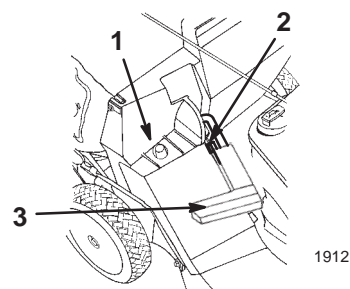
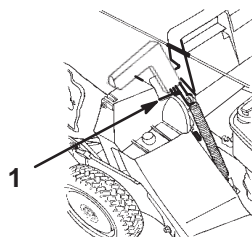

Figure 11
Figure 12
2. Vérifiez que la poignée du volet d'éjection est complètement abaissée vers l'avant et que le goujon est bien engagé dans son logement (Fig. 11).
3. Accrochez le cadre du bac par le trou sur l'ergot de retenue situé sur l'éjecteur (Fig. 11).
5. Pour ouvrir le volet d'éjection, tirez la poignée du volet vers l'avant pour dégager le goujon et le faire passer après la rampe du volet du bac, puis repoussez la poignée vers l'arrière pour bloquer le goujon dans l'encoche du bac (Fig. 12).
2. Tirez la poignée du volet d'éjection vers le haut et hors de l'encoche du bac (Fig. 12), puis vers l'avant pour qu'elle s'engage (Fig. 11).